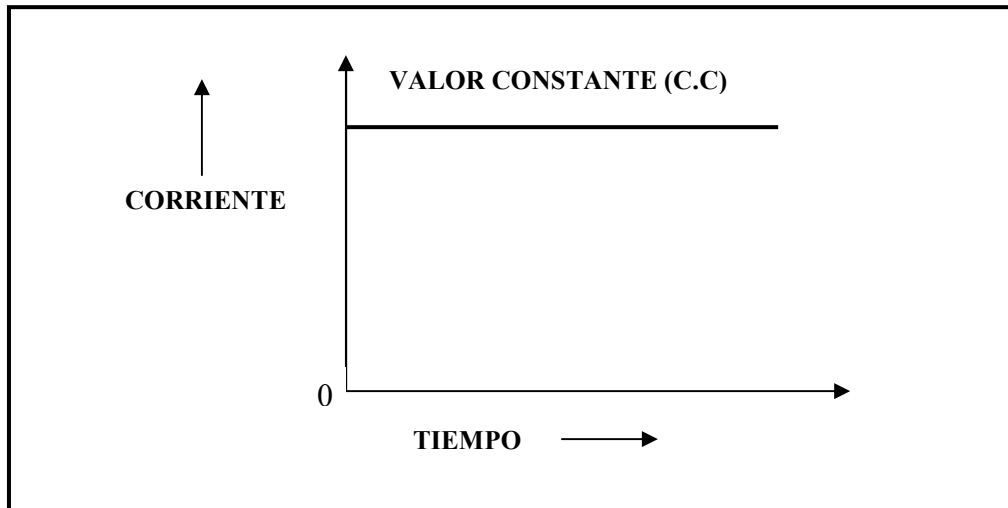

FIGURA 1.1.1 Representación de la corriente continua o c.c
- **Corriente continua (c.c.):** Este tipo de corriente mantiene su amplitud constante todo el tiempo. Su forma se observa en la figura 1.1.1: